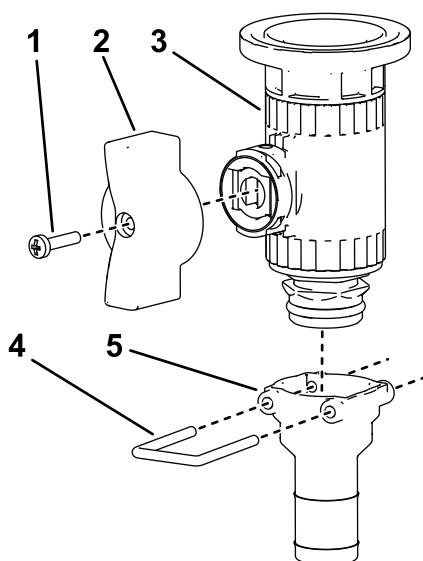

Figura 22
10. Montai mânerul fluture verde i fittingul drept la nivelul supapei de control cu flană cu ajutorul opritorului, aa cum se arată în Figura 22.